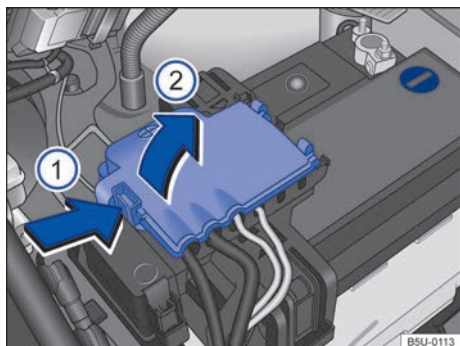

Fig. 186 Compartimento del motor: acceso al terminal positivo de la batería.
- Abrir la cobertura del polo positivo. Para abrir, presionar la traba en el sentido de la flecha ⇒ fig. 186 ①, plegar la cobertura hacia el costado en el sentido de la flecha ②.